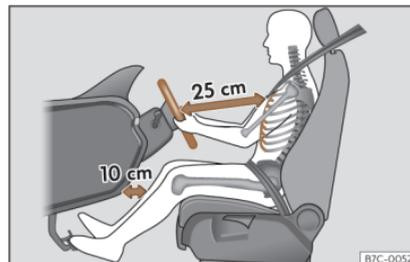

Fig. 13 La separación correcta entre el conductor y el volante debe ser de 25 cm como mínimo (10 pulgadas).
- Ajuste el volante de modo que quede a una distancia de, por lo menos, 25 cm (10 pulgadas) del esternón»» fig. 13 y lo pueda sujetar con ambas manos por los lados, por
- Ajuste longitudinalmente el asiento de forma que pueda pisar a fondo los pedales con las rodillas ligeramente flexionadas y que quede una distancia entre la zona de las rodillas y el tablero de instrumentos de al menos 10 cm (4 pulgadas)»» fig. 13 .